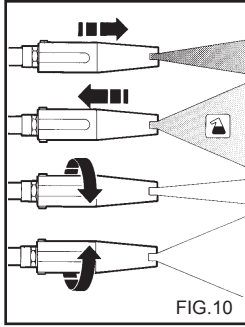

FIG.10
USO DE LA BOQUILLA REGULABLE MULTIREG (Fig. 10).
2) Accionar la hidrolimpiadora, abrir el grifo del detergente (si lo hay), activar el mando de aspiración del detergente que se encuentra en la lanza (fig. 10) y cubrir la superficie por lavar actuando de abajo hacia arriba. Dejar que haga efecto durante algunos minutos.